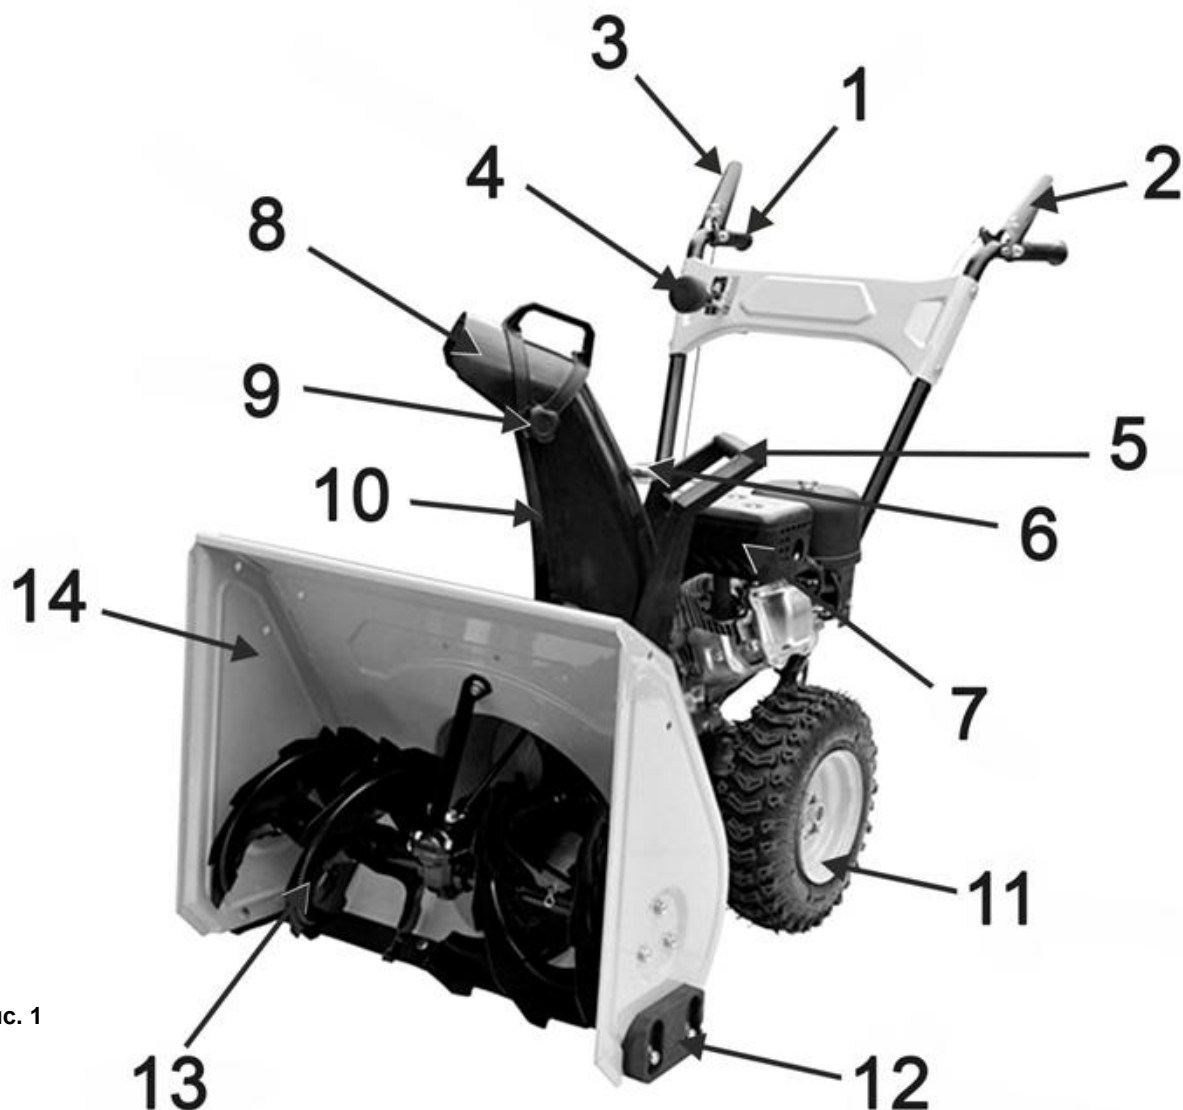
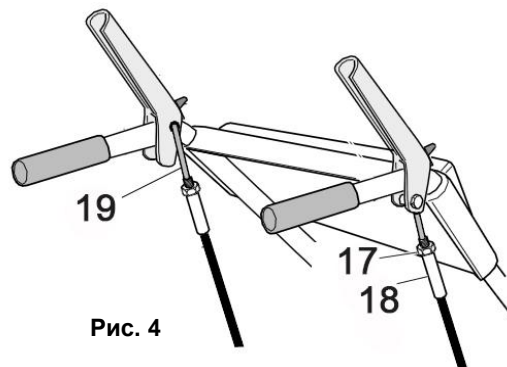
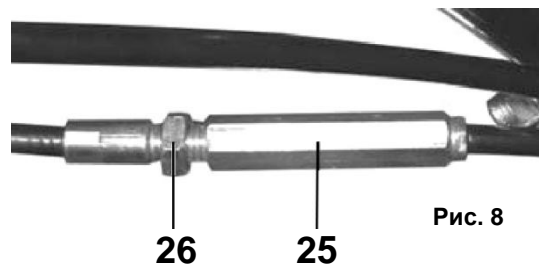

Рис. 1
Рис. 4
Рис. 8
- Снегоуборщик вращением лопастей шнека (13)(См. Рис.1) убирает снежный покров с ровных площадей, и через снегоотвод (10) выбрасывает его в выбранную сторону.
- Шнек (13)(См. Рис.1) представляет собой винтовой механизм в виде стержня с наклонными лопастями, приводимый в действие двигателем. Шнек захватывает, и транспортирует снежную массу внутрь
- Выбор направления отвода снега устанавливается вручную поворотом рукоятки (5)(См. Рис.1)
- Снегозаборник (14)(См. Рис.1) служит для захвата снега и направления его потока в рабочую зону снегоуборщика (на шнек).
Рычаг привода колес (2)(См. Рис.1)
- При нажатии рычага привода колес (2), включается система привода, и снегоуборщик начинает движение.
- При отпуске рычага привода колес (2), привод отключается, и снегоуборщик прекращает движение.
Рычаг привода шнека (3)(См. Рис.1)
- При нажатии рычага привода шнека (3), включается система привода, и лопасти шнека (13)(См. Рис.1) начинают вращение.
Рычаг переключения скоростей (4)(См. Рис.1)
- Для изменения скорости и направления движения: остановите снегоуборщик и вращение шнека, переведите рычаг (4)(См. Рис.1) в соответствующее выбранному режиму движения положение.
- Установите желоб снегоотвода (10)(См. Рис.1) на выпускной канал импеллера.
- Установите в отверстие на рычаге управления (2; 3)(См. Рис.1) верхний Z-образный конец троса (19)(См. Рис.4).
- Закрутите на резьбу Z-образного хвостовика втулку троса (18). Закрутите гайку (17) к втулке (18)(См. Рис.4).
- Установите / замените ограничительные башмаки (12)(См. Рис.1; 7) с каждой стороны снегозаборника.
- Рычаги приводов колес и шнека (2) и (3) должны прижиматься к рукояткам руля управления (1)(См. Рис.1) без чрезмерных усилий.
- Проверьте работу рычагов привода колес (2) и шнека (3)(См. Рис.1).
- Рычаги (2) и (3) должны полностью прижиматься к рукоятке управления. Если этого не происходит, значит, тросики перетянуты, и их необходимо ослабить.
- Отрегулируйте приводные тросы с помощью резьбовой втулки (25)(См. Рис.8), расположенной в средней части троса.
- Для натяжения тросика: ослабьте гайку (26), а затем переместите резьбовую втулку (25) вверх и затяните гайку (26)(См. Рис.8) до втулки.
- Для ослабления тросика: ослабьте гайку (26) и переместите резьбовую втулку (25) вниз и затяните гайку (26) до втулки.